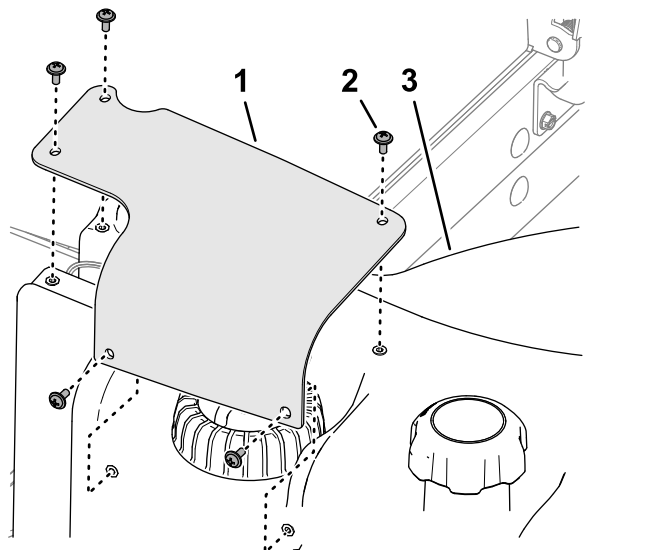

Figura 130
7. Alinee los orificios de la tapa del sensor de combustible con los orificios del depósito de combustible, y sujete la tapa al depósito con los 5 tornillos Phillips (Figura 130).